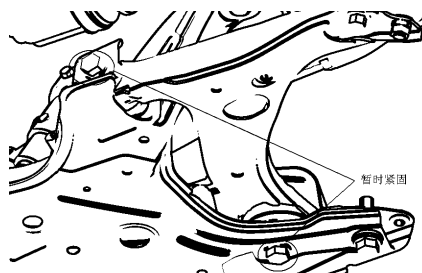

图 5.1-17
- ⑤ 安装
- a. 临时拧紧前悬下摆臂总成。用2个螺栓和螺母，暂时紧固前悬下摆臂总成。不用打力矩，见图 5.1-17所示。
- d. 充分紧固前悬下摆臂总成。用2个螺栓紧固下摆臂，如上图5.1-17所示，拧紧力矩218Nm。注意：不要转动螺母。